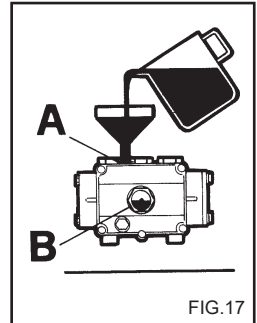

FIG. 17
- 4) Atarraxe a tampa de descarga e introduza o óleo pelo orifício superior (fig. 17) até que alcance o nível indicado no visor (fig. 17B).